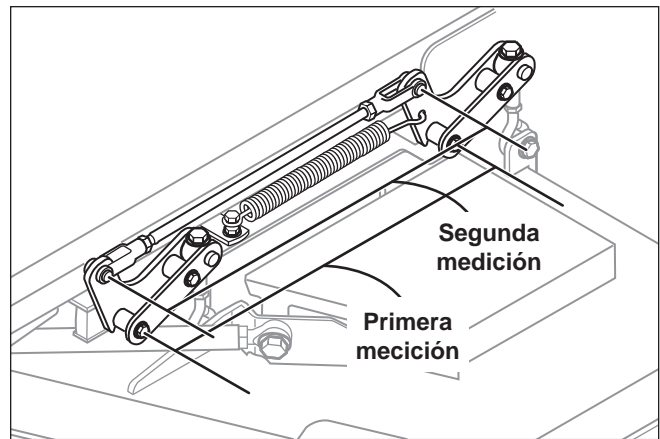

Figura 42. Revisar sincronización del brazo elevador
2. Para revisar la sincronización del brazo elevador, mida y anote la distancia entre los pivotes del elevador y del brazo. Repita la operación en el otro lado de la unidad. Vea la Figura 42.